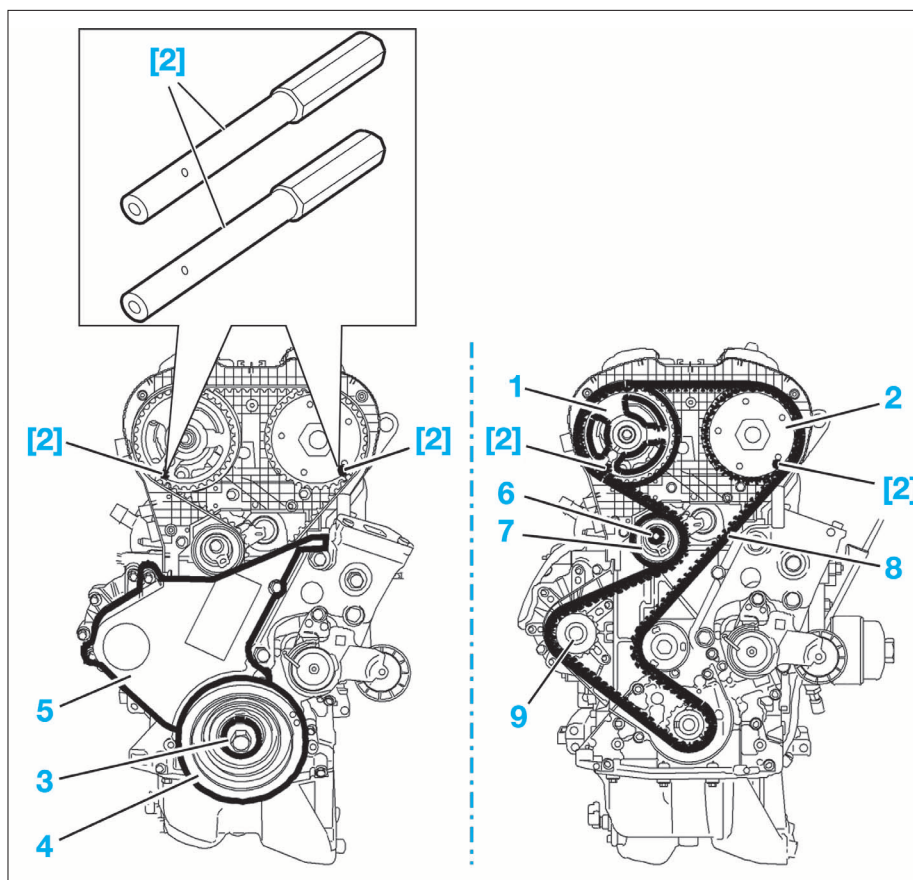
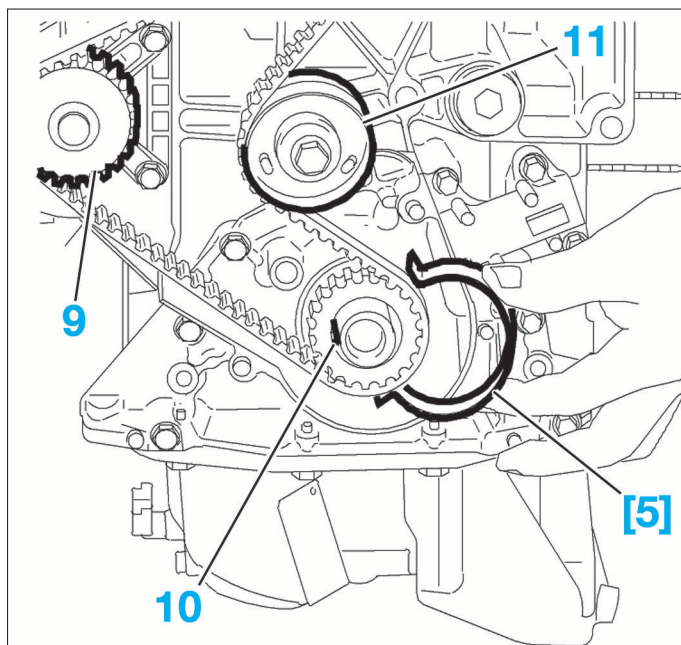

FIG. 33
FIG. 35
- Pige de calage des roues dentées d'arbres à cames [2] (Fig.33).
- Outil [5] de maintien de la courroie de distribution sur la roue dentée de vilebrequin (Fig.35).
- Piger les roues dentées d'arbre à cames d'échappement (1) et d'admission (2) à l'aide des outils [2] (Fig.33).
- la vis de la poulie (3)
- la poulie de vilebrequin (4)
- le carter inférieur de distribution (5).
- Desserrer la vis (6) du galet tendeur (7).
- Déposer la courroie de distribution (8).
- la roue dentée de vilebrequin (10) et la maintenir avec l'outil [5] (Fig.35)
- galet enrouleur (11)
- la roue dentée d'arbre à cames d'admission (2) (Fig.33)
- la roue dentée d'arbre à cames d'échappement (1)
- la pompe à eau (9) (Fig.35)
- Desserrer la vis (6) du galet tendeur (7) (Maintenir le galet tendeur dans cette position à l'aide de l'empreinte hexagonale (12).
- Reposer une vis neuve (3) pour la fixation de la poulie de vilebrequin (4) (Fig.33) à l'aide d'une clé équipée d'un secteur angulaire.